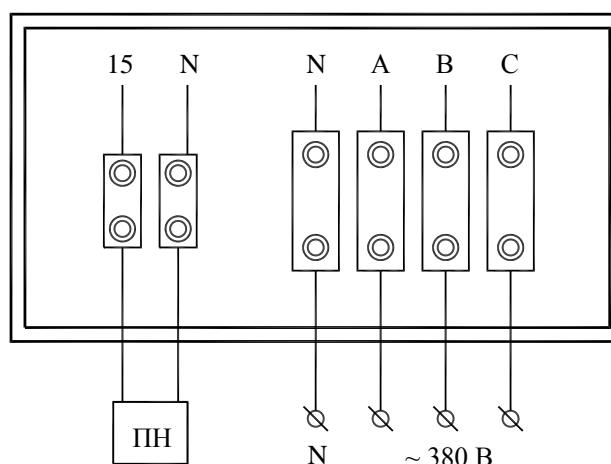

Рис. 4. Схема электрических подключений в монтажной коробке установки «ФФУ-15».
6.17. При работе установки на обеспечение оборотного водоснабжения в накопителе устанавливается блок датчиков уровня (рис. 4), и работа установки производится в автоматическом режиме. Автоматический режим устанавливается соответствующим переключателем на пульте управления.